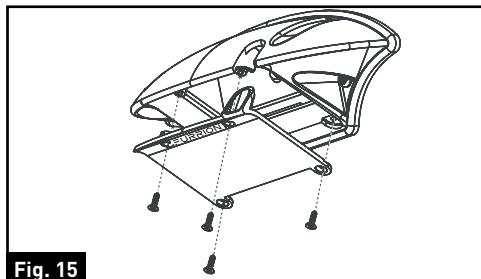

Fig. 15
7. Si une caméra de porte doit être installée, retirez le couvercle du support en dévissant les quatre vis. (Fig. 15)